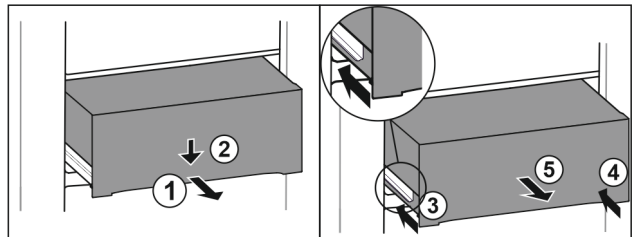

Fig. 148
- Schubfach halb herausziehen. Fig. 148 (1)
- Schubfach an der Vorderseite nach unten drücken. Fig. 148 (2)
- Linke Schiene etwa 2 cm einschieben. Fig. 148 (3)
- Rechte Schiene etwa 2 cm einschieben. Fig. 148 (4)
- Schubfach nach vorne entnehmen. Fig. 148 (5)